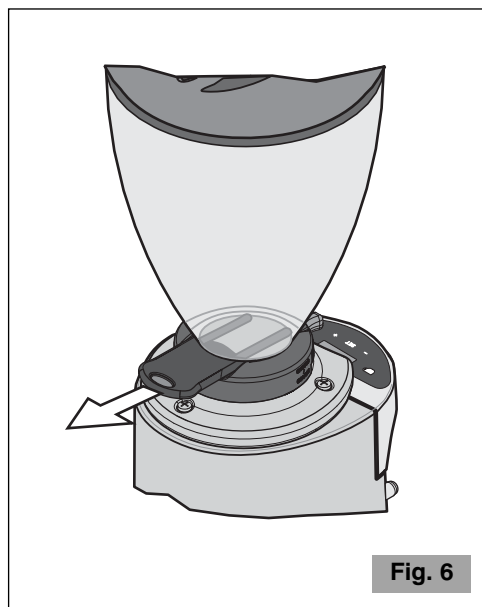

Fig. 6
**Controlar que el obturador de la tolva esté completamente abierto hasta el final de la carrera (último clic) (véase Fig. 6).**